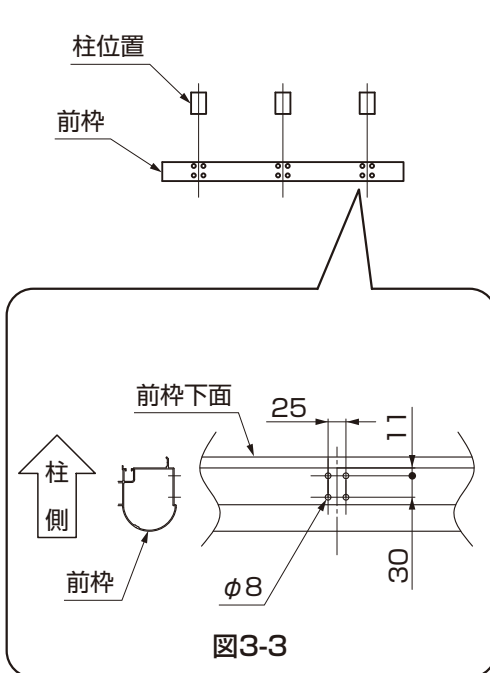

図3-3
- ①現場で前枠下面にφ8の孔をあけてください。(図3-3参照)